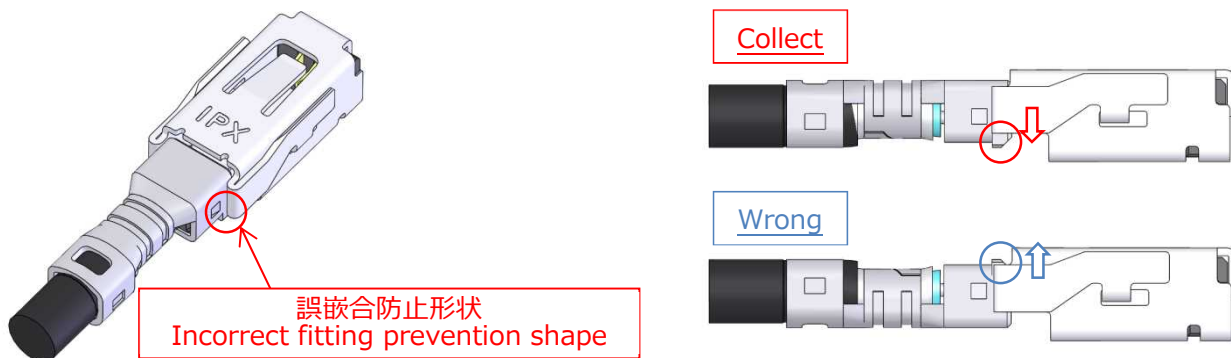

Fig. 4
- ① Fig. 4 のようにリセプタクルコネクタのガイド形状に合わせてプラグをセットします。
Place a plug on the receptacle guide shown in Fig. 4.